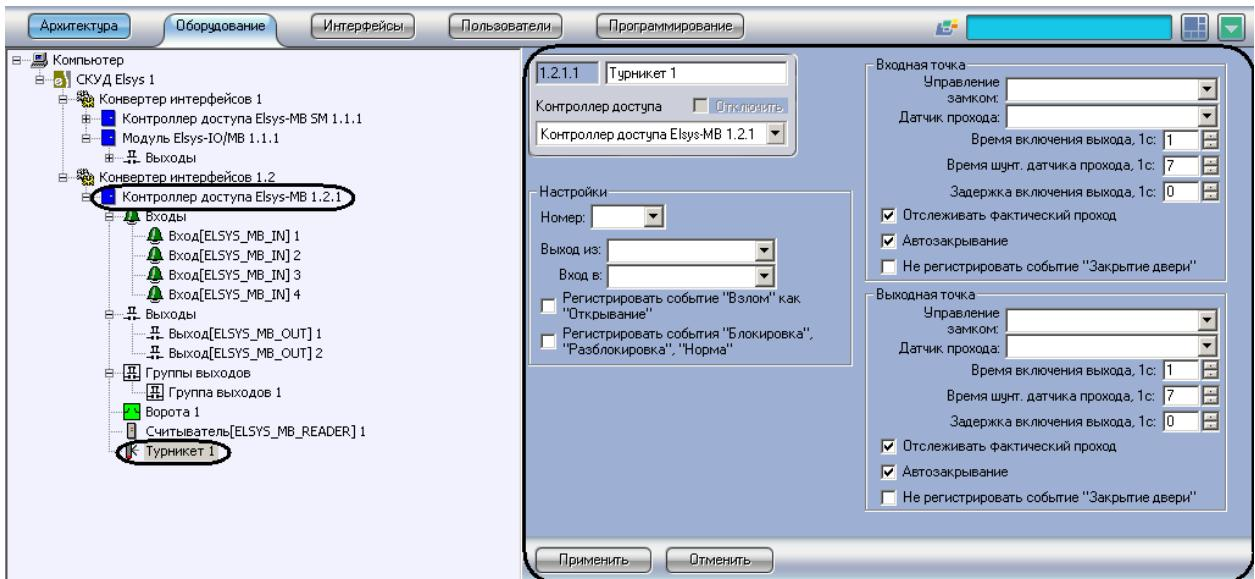

Рис. 3.4-15 Создание объекта Туникет
1. Создать на базе объекта **Контроллер доступа Elsys-MB** объект **Турникет** (Рис. 3.4-15).